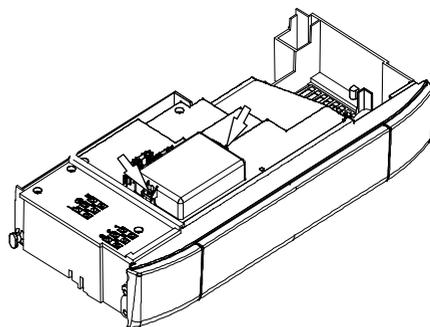

Figura 5.32
- Togliere le due viti indicate in Figura 5.32 e aprire il coperchio della morsetti-